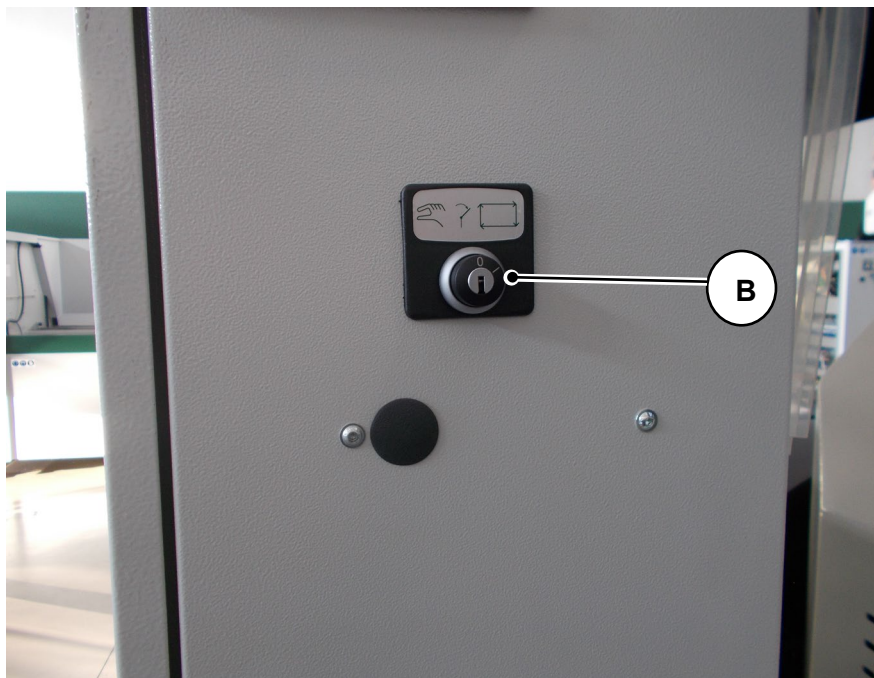

Fig. 06-04
- B. Seletor a chave do modo de funcionamento de corte 'manual'/'semiautomático'(quando presente) (**Fig. 06-04**)